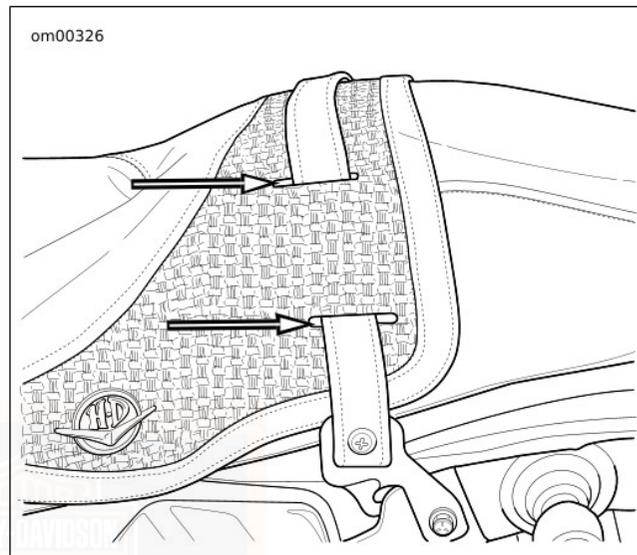

Abbildung 108. Riemenschlitze: FLHRC
4. **FLHRC:** Siehe Abbildung 108 >. Den Riemen zum Entfernen durch die Schlitz im Sitz ziehen.
4. **FLHRC:** Siehe Abbildung 108 >. Den Riemen durch die Schlitze im Sitz anbringen.